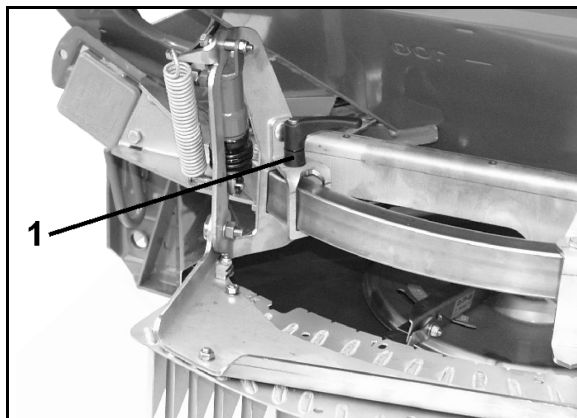
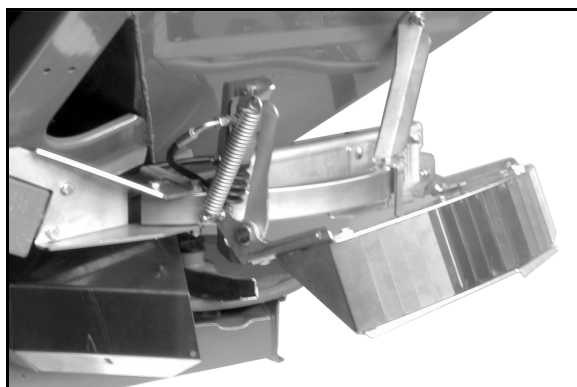

图 74
图 76
从撒播表（图 74）中读取设置值。
2. 移动导向架 (图 76/1) 临界撒播罩，直至指针 (图 76/2) 停在撒播表 (图 74) 的设置值上。